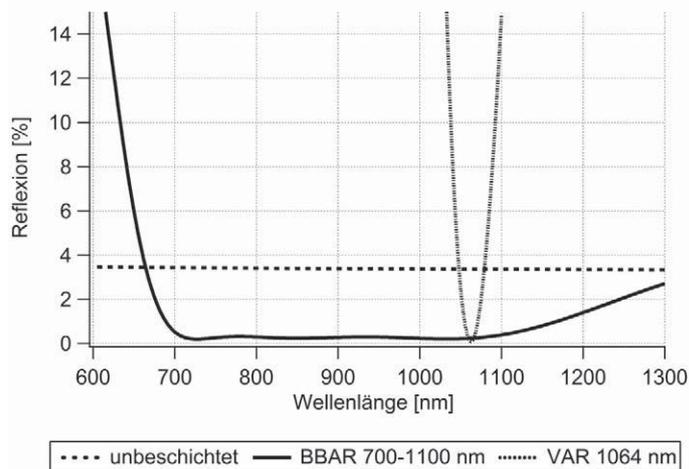

Abb. 3: Prinzipkurven der Reflexion einer Quarzoberfläche: unbeschichtet, mit BBAR-Beschichtung und mit VAR-Beschichtung
Die Transmissionen T_1 und T_2 lassen sich weiter erhöhen, indem optische Oberflächen mit Antireflex-Beschichtungen (AR) versehen werden. Die Funktionsweise solcher, meist mehrlagiger Schichtsysteme, beruht auf optischen Interferenzeffekten. Durch geeignete Wahl des Schichtsystems kann die brechzahlbedingte Reflexion einer oder mehrerer spezifischer Wellenlängen (z. B. VAR für eine einzelne Wellenlänge oder WAR für zwei Wellenlängen, abgeleitet von der Form der Reflexionskurve) oder die eines breiten Spektralbereiches (Breitband-Antireflex-Beschichtung, BBAR) erheblich minimiert werden. Dies ist in Abbildung 3 am Beispiel von Quarzglas (Fused Silica, SiO₂) dargestellt. Alle auf den Folgeseiten gezeigten Transmissionskurven der verschiedenen Beschichtungen sind Prinzipkurven und geben daher lediglich Richtwerte wieder.